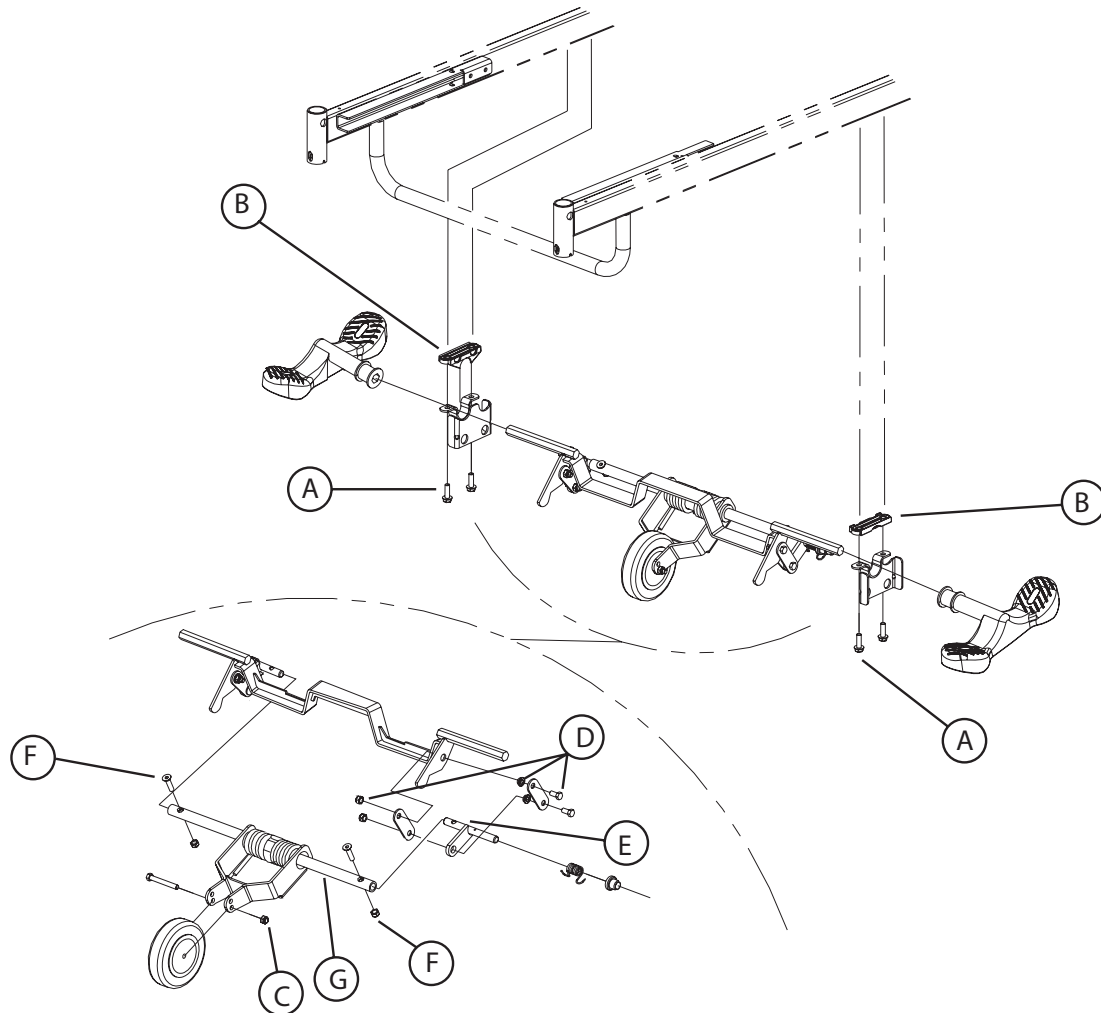

Figure 4.4 A
4. À l'aide de la douille 1/2", retirez les deux boulons (A) retenant le support de 5^e roue (en option) ou le support de balancier (F, Figure 4.4 B (sans l'option 5e roue), page 61) du côté de la pédale à remplacer et déposez le support. Récupérez l'espaceur moulé (B).
À moins d'indications contraires, référez-vous à la Figure 4.4 A, page 57 pour cette procédure de remplacement.